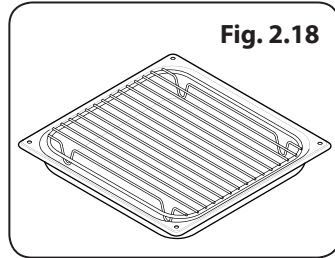

Fig. 2.18
- 2 lèchefrites et grille (Fig. 2.18)